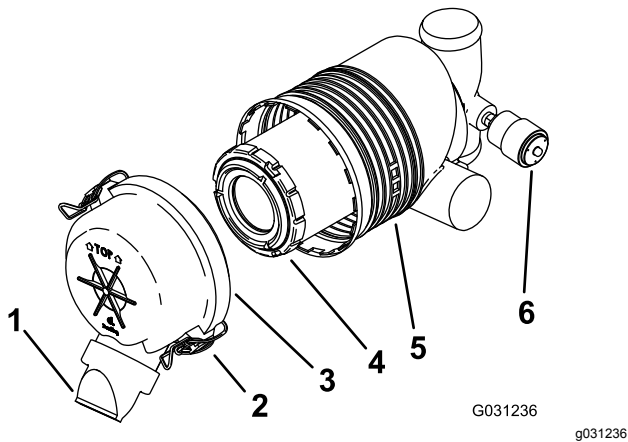

Figura 32
Importante: Cambie el filtro del limpiador de aire únicamente cuando el indicador de mantenimiento se ve rojo (Figura 32). El cambiar el filtro antes de que sea necesario sólo aumenta la posibilidad de que entre suciedad en el motor al retirar el filtro.
5. Abra los cierres del limpiador de aire y tire de la tapa de la entrada de aire para separarla del cuerpo del limpiador de aire (Figura 32).
- Si el indicador de mantenimiento se ve transparente, instale la tapa del limpiador de aire con el tapón antipolvo orientado hacia abajo, y cierre los enganches (Figura 32).
- Extraiga con cuidado el filtro del cuerpo del limpiador de aire (Figura 32).
- Instale el filtro con cuidado (Figura 32).
- Instale la tapa del limpiador de aire con el tapón antipolvo orientado hacia abajo, y cierre los enganches (Figura 32).